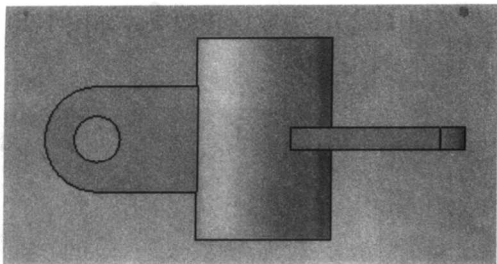

图 1-15 拉伸效果
(8) 单击“拉伸凸台/基体”工具按钮 ()，打开“拉伸”属性管理器，将方向 1 和方向 2 的深度均设置为 2.5mm。然后单击“确定”按钮 ()，生成拉伸效果，如图 1-15 所示。